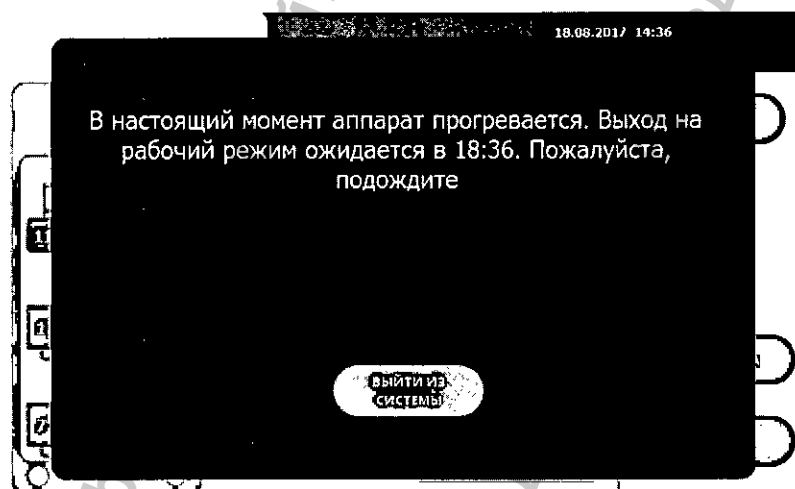

Рисунок 3.98. Уведомление о прогреве парафиновой печи
6. После включения изделия требуется некоторое время для прогрева парафиновой печи до рабочей температуры, обеспечивающей плавление парафина. Во время прогрева на экране отображается соответствующее уведомление (рисунок 3.98) и работа с изделием блокируется.